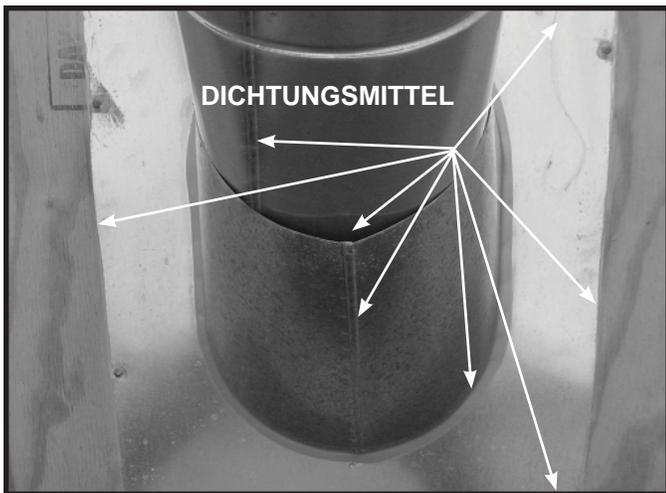

Abbildung 10.20
- Schieben Sie das Dachblech wie in Abbildung 10.20 gezeigt über die Rohrelemente, die durch das Dach ragen.
- Dichten Sie die Umfassung des Dachblechs ab, wo es die Dachoberfläche berührt. Siehe Abbildung 10.20.